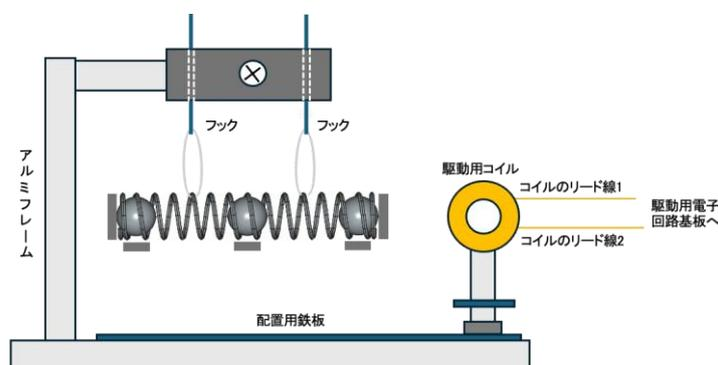

図 3-21. モード C を励起するコイルの配置
- (1) 図 3-21 は、分子模型のモード C を励起するコイルの向きを示している。図のように、ホール素子 1 がコイルの後ろに隠れる向き（上から見て反時計回り）にコイルを  $90^\circ$  回し、コイルを分子軸上で分子模型との間隔が約  $25\text{ mm}$  になるように配置しなさい。コイルの外側を通る磁束線により、分子軸に垂直な力がおもり 1 に働く。